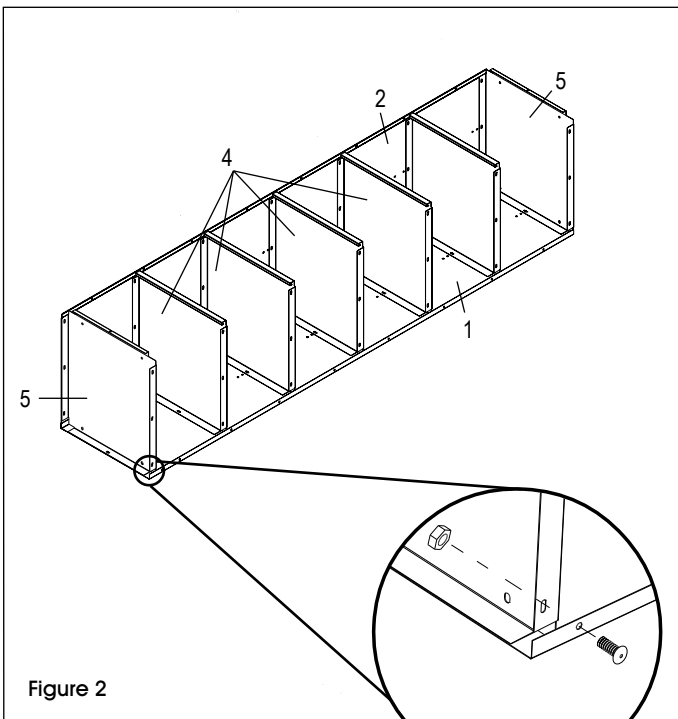

Figure 2
4. Ensuite, boulonnez le haut (5) et le bas (5) à l'arrière (1) et au panneau latéral gauche (2), en utilisant 4 boulons et écrous pour chacun. Boulonnez les tablettes (4) aux panneaux latéraux arrière et gauche, avec 3 boulons et écrous pour chacune. (Voir Figure 2)